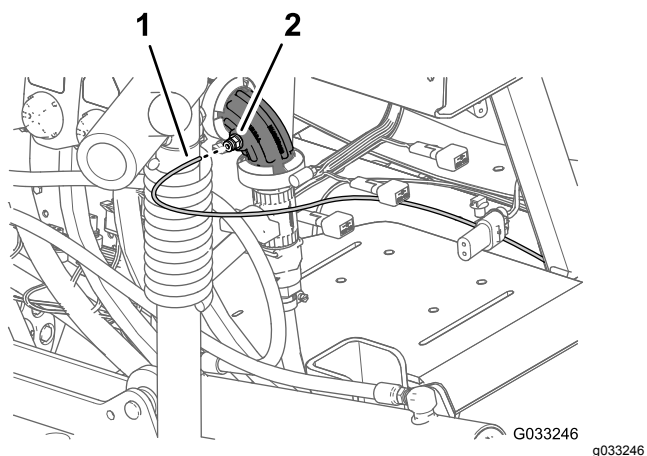
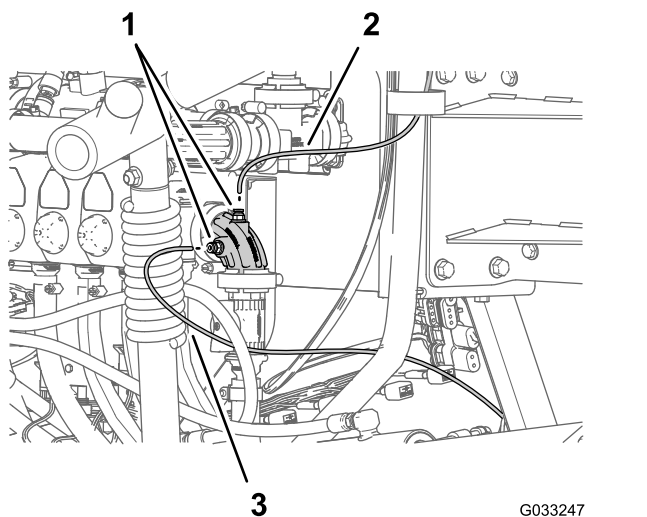

図 146
図 147
1. ダッシュボードの水圧計用の水圧検知チューブ樹脂チューブの口を、チューブカップラのロックカラーに合わせる 図 146と図 147。
2. 検知チューブをロックカラーに挿入して一番奥まで押し込む 図 146と図 147。